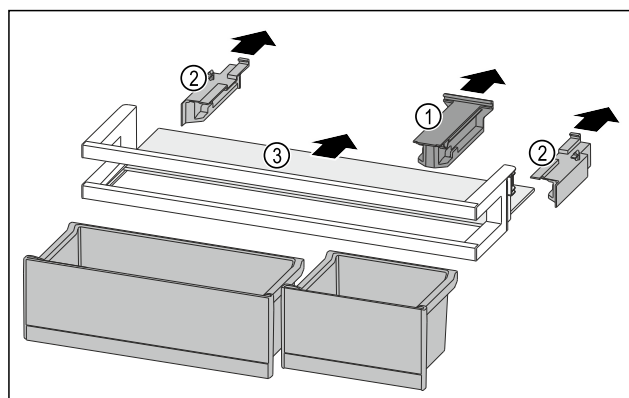

Fig. 225
- Halteteil Fig. 225 (1) abziehen.
- Seitenteile Fig. 225 (2) abziehen.
- Abstellfläche Fig. 225 (3) entnehmen.